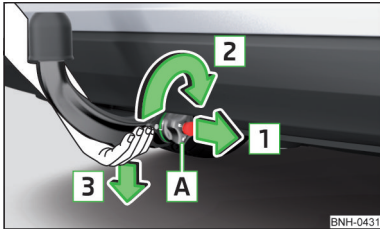

Abb. 138
- > Die Kugelstange **von unten** fassen » Abb. 138.